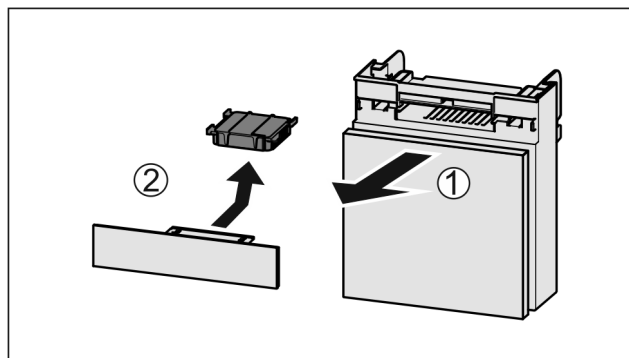

Fig. 69
- Dra ut Fig. 69 (1) lådan framåt.
- Ta ut Fig. 69 (2) aktivtkolfiltret.